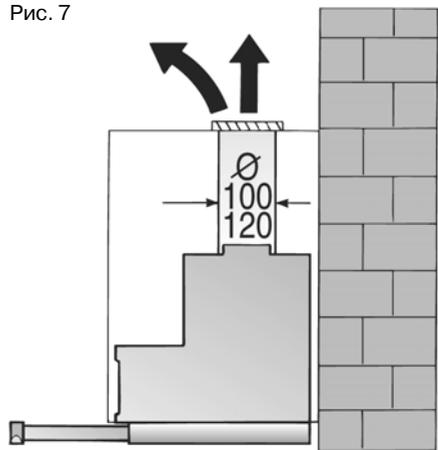

Рис. 8
Эта вытяжка предусмотрена для установки в основной шкаф со следующими размерами (рис. 8):
2. Наметьте на внутренних стенках шкафа справа и слева по две точки – места, где будет крепиться вытяжка (рис. 8).
Для того, чтобы наметить места крепления вытяжки, воспользуйтесь прилагаемым шаблоном II (рис. 8).
Места крепления вытяжки на шаблоне рассчитаны таким образом, чтобы можно было установить на корпусе планку с ручкой толщиной 20 мм (рис. 8).
Для этого шаблон II соответственно сдвиньте назад (рис. 8).